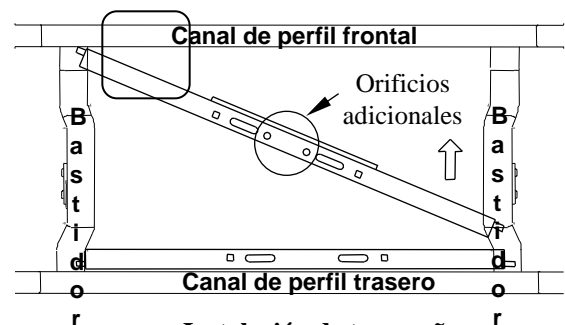

Figura 3
3. Desde la parte de abajo del vehículo, instalar el travesaño del enganche trasero colocando un extremo por encima del bastidor del vehículo y maniobrar la sección dentada del extremo opuesto, por encima del bastidor del vehículo. El travesaño delantero tiene (2) orificios adicionales (ver Figura 3). Colocar temporalmente el travesaño del enganche contra el travesaño de la cama posterior del vehículo.